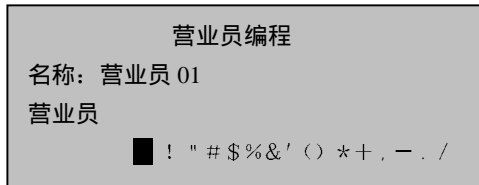

图 3-4
- 5) 输入“Y”+“U”+“A”+“N”，运用选择定位操作，将光标定位于“员”处，按“.”确认，显示如图 3-4 所示；